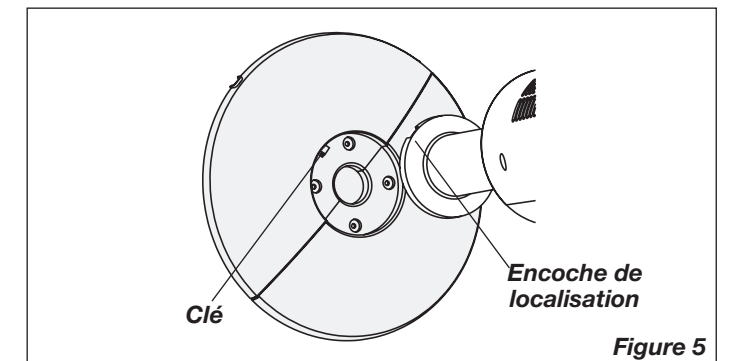
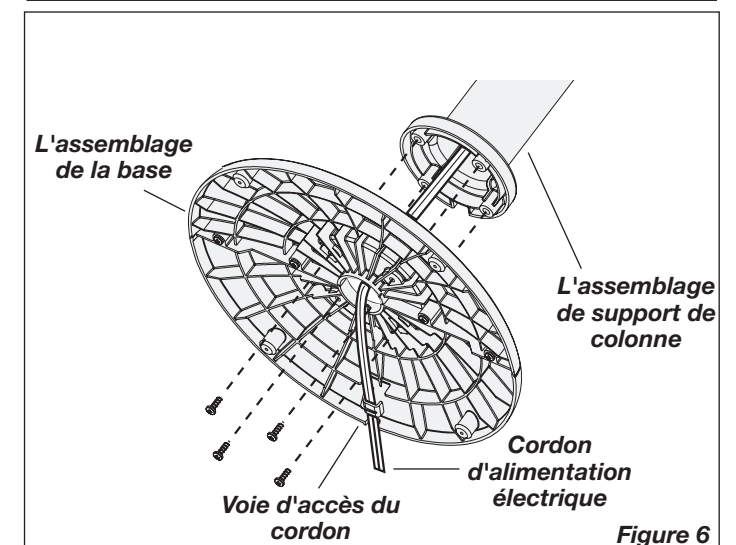

Figure 5
Figure 6
5. Aligner l'assemblage de la base avec l'assemblage de support de colonne. Assurez-vous d'aligner l'encoche de localisation sur l'assemblage de support de colonne avec la clé sur l'assemblage de la base (Figure 5). Fixer l'assemblage de la base à l'assemblage de support de colonne avec les (4) vis M5 X 13mm. Tirer délicatement tout excès lâche de cordon d'alimentation électrique et le placer dans la voie d'accès du cordon de l'assemblage de la base. (Figure 6)